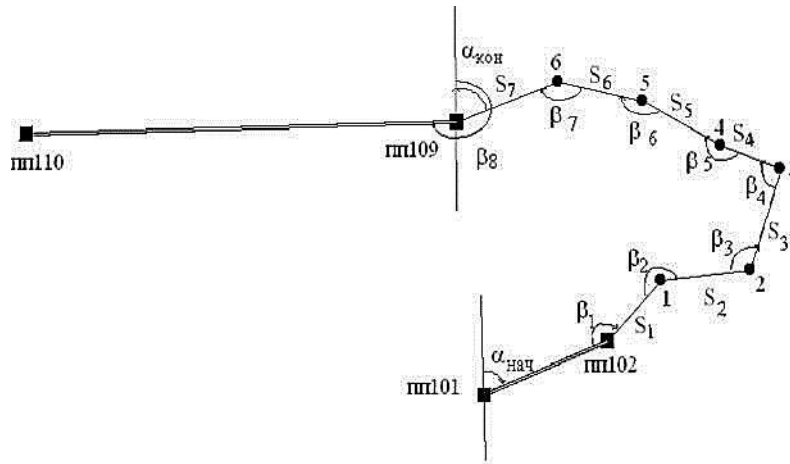

Рисунок 1 - Схема теодолитного хода
- 1) схемы теодолитного и нивелирного ходов (рис. 1 и 2);